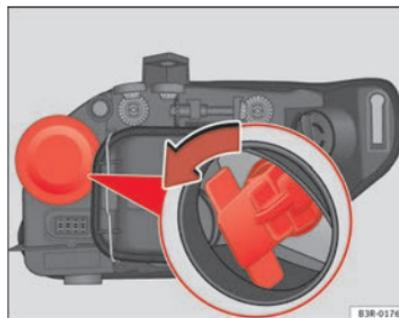

Fig. 205 Lampada luce indicatore di direzione
- Estrarre il portalamпада in senso antiorario afferrandolo per l'impugnatura ⇒ fig. 205.